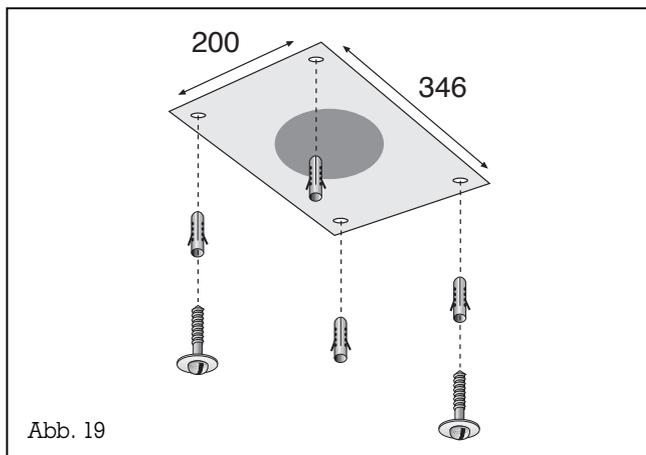

Abb. 19
2. Bohren Sie die 4 Löcher  $\varnothing$  8 mm für die Dübel. Drücken Sie die Dübel deckenbündig ein (Abb. 19).